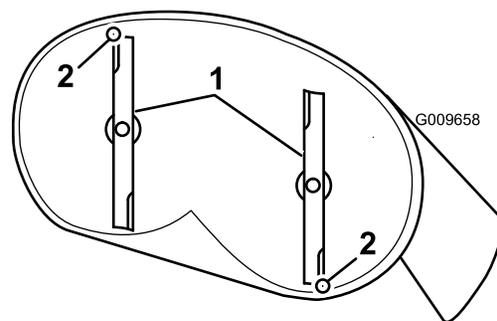
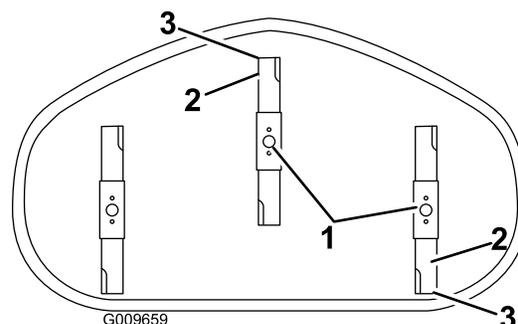

Figura 60
Figura 61
4. Rode cuidadosamente as lâminas para que estejam da frente para trás (Figura 60 e Figura 61).
5. Meça da ponta da lâmina da frente até à superfície plana e da ponta da lâmina de trás até à superfície plana (Figura 60 e Figura 61).
- 9. Após o ajuste, verifique inclinação entre frente e a traseira, continue a ajustar a porca até que a ponta da lâmina frontal esteja 1,6 a 7,9 mm mais baixa que a ponta da lâmina traseira (Figura 60 e Figura 61).